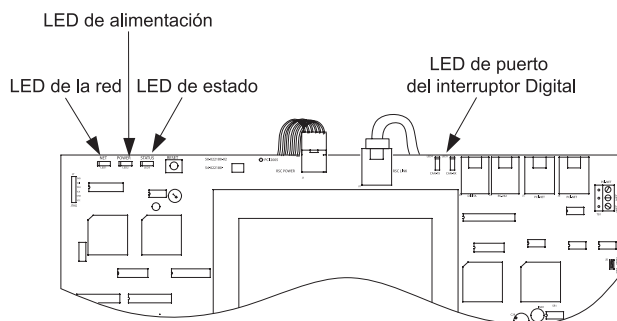

Figura 12. CKT de indicadores del LED de estado
Existen tres (3) LED de estado del sistema ubicados en la esquina superior izquierda del ControlKeeper T. Existen dos (2) LED adicionales ubicados en la parte superior media de la placa que realizan el diagnóstico de las comunicaciones del interruptor digital. Remítase a la Figura 12 para ver la ubicación de estos LED de estado. Estos LED de estado indicarán el funcionamiento adecuado o los posibles problemas con el ControlKeeper T. El funcionamiento normal incluye los siguientes estados de LED.